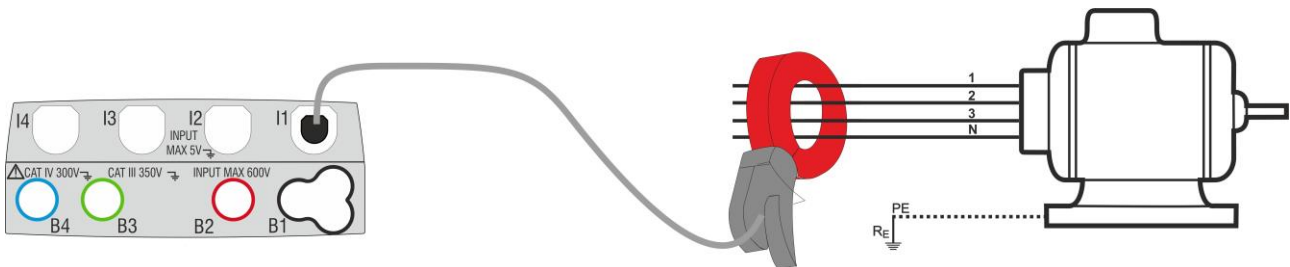

Fig. 25: Medição indireta da corrente de fuga em instalações trifásicas
5. Para medições indiretas da corrente de fuga conectar a pinça externa de acordo com a Fig. 25 . Para medições diretas da corrente de fuga conectar a pinça de acordo com a Fig. 26 e desconectar as eventuais conexões de terra adicionais que poderão influenciar os resultados do teste.